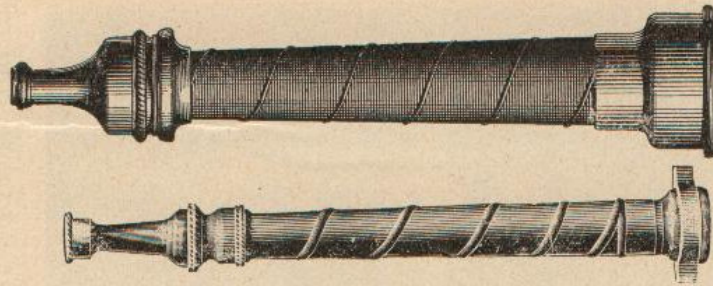

Fig. 64.
*La lancia* (fig. 64) è un indispensabile accessorio delle con-